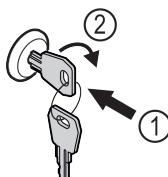

Fig. 191
- Вдавити ключ. Fig. 191 (1)
- Повернути ключ на 90° за годинниковою стрілкою. Fig. 191 (2)